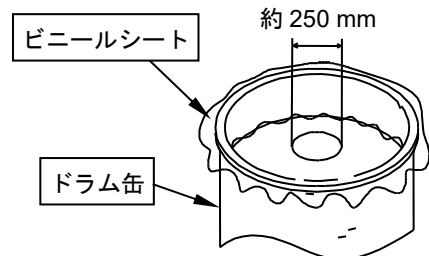

Fig.7
インキ面のビニールシートのシワをドラム缶内周の隅まできれいに伸ばしてください。（Fig.7）
別途ビニールシート（約 1.2 m 四方、厚さ 0.07~0.08 mm）を用意して、ドラム缶内のインキ面に被せてください。この際、ドラム缶に対して均等に被せ、ドラム缶内周の隅まできれいにインキ面に密着させてください。（Fig.7）
- 4) ビニールシート外周の余り分をドラム缶の縁から外へ広げて出してください。（Fig.7）
- 5) ビニールシートの中央部に直径 250 mm 程度の丸穴を開け、カットした中央のビニールシートを取除いてください。（Fig.7）